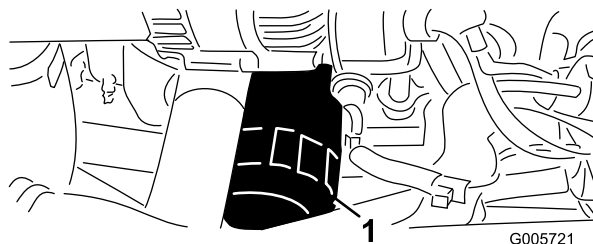

Figura 47
5. Retire el filtro de aceite e instale uno nuevo (Figura 47).